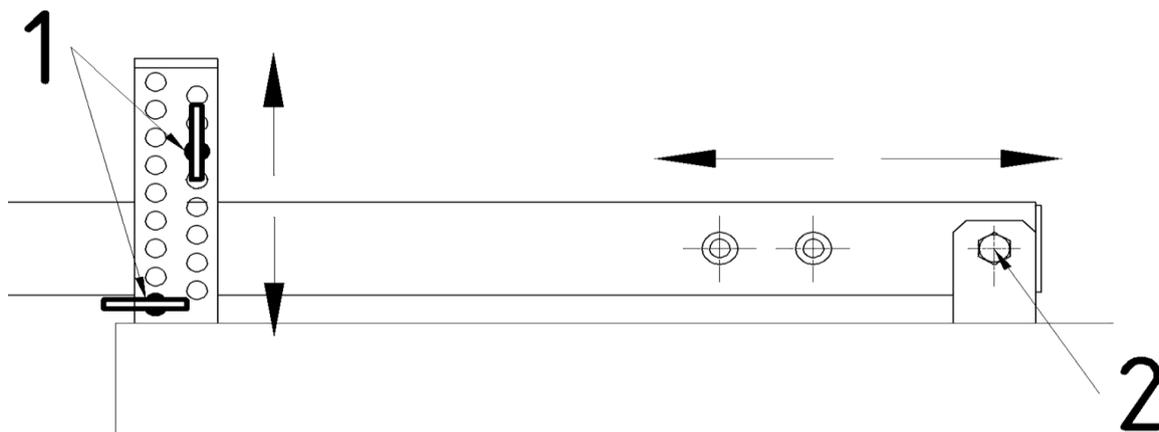
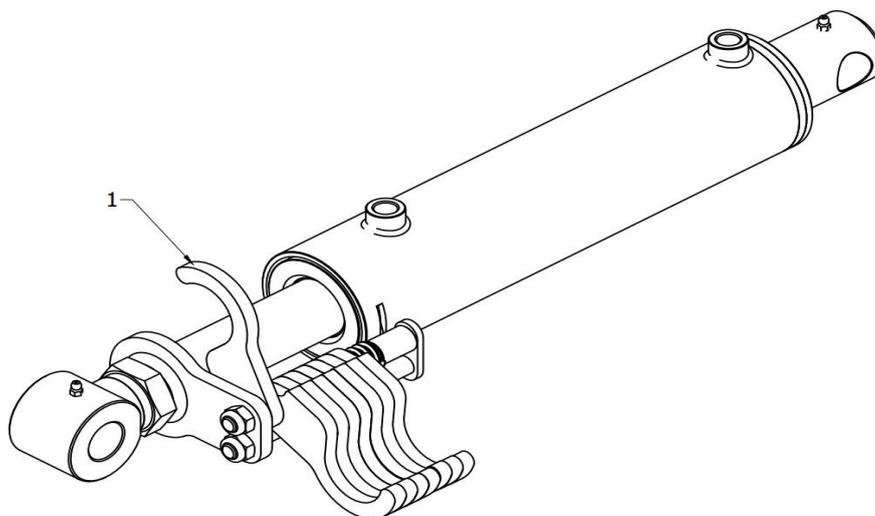

Abb. 10 Einstellung von Walzentiefe und -abstand: 1 - Tiefeneinstellbolzen mit Stabilisierungsplatte; 2 - Befestigungsschraube der Walzenarme.
Abb. 11 Korrekte Montage der ersten (1) Sperrklinke auf die Kolbenstange des Zylinders zur Einstellung der Arbeitstiefe der Maschine.
**Die Arbeitstiefe der Scheibenegge** wird durch die Position der Walze bestimmt, deren Arme in den Bolzenhaltern verriegelt sind (Abb. 10). Die Walze sollte zunächst oberhalb der Unterkante der Scheiben auf eine Höhe eingestellt werden, die ungefähr der angenommenen Arbeitstiefe entspricht, und im Laufe der Arbeit, nach Berücksichtigung der Walzeneindringung, sollte die Einstellung korrigiert werden. Um die Position der Walze zu ändern, müssen die Bolzen nach dem Anheben der Scheibenegge in den entsprechenden Löchern montiert werden, wobei darauf zu achten ist, dass die Bolzen in beiden Löchern auf die gleiche Weise montiert werden. Das Nachuntenfallen der Walze wird durch eine Schraube begrenzt und kann zusätzlich durch einen Stift, der in Löchern in der Nähe der Schraube angebracht ist, weiter begrenzt werden. Die maximal zulässigen Arbeitstiefen betragen 12 cm für Scheiben mit  $\varnothing 560$  mm sowie 15 cm für Scheiben mit  $\varnothing 610$  mm.
**Der Abstand zwischen der Walze und der Scheibenegge** hängt von der Befestigungsbohrung der Walzenarme ab (Abb. 10). Diese ist entsprechen zu vergrößern,
Die Arbeitstiefe der Maschine wird über Sperrklinken an der Kolbenstange des Zylinders eingestellt. Je mehr Klinken eingeklappt werden, desto flacher wird der Betrieb der Maschine. In einer Konfiguration, in der keine der Sperrklinken installiert ist, befindet sich die Maschine in der größten Arbeitstiefe. Abb. 10 und Abb. 11 zeigen die korrekte und die inkorrekte Montage der aufeinanderfolgenden Sperrklinkenplatten am Zylinder.